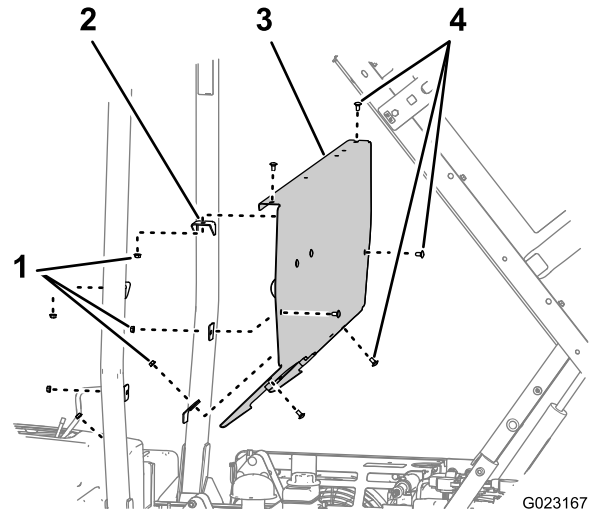

Figura 12
1. Rimuovete i 6 bulloni a testa tonda e i 6 dadi che fissano il pannello ROPS alle staffe di montaggio sul roll-bar (Figura 12).
2. Rimuovete il pannello ROPS dalla macchina (Figura 12)